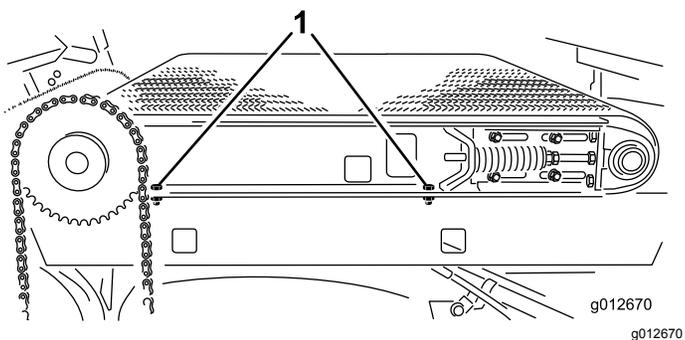

Figure 30
2. Sur le côté droit de la machine, serrez les 2 vis qui fixent le rail du cadre coulissant à l'aile droite (Figure 30).